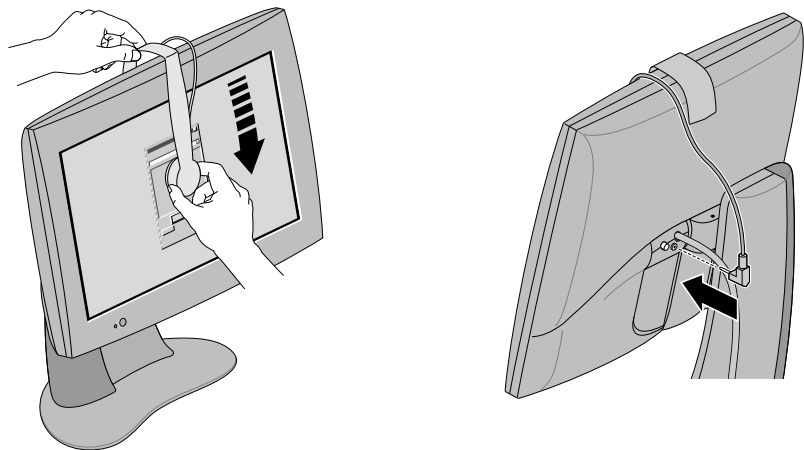

Figura 1-7 Allineamento e connessione del sensore
2. Appoggiare il sensore ColorLock sul monitor afferrandolo con entrambe le mani e bloccare l'estremità non arrotondata sul bordo superiore del monitor, come illustrato nella figura 1-7. Fare attenzione a non graffiare lo schermo piatto.